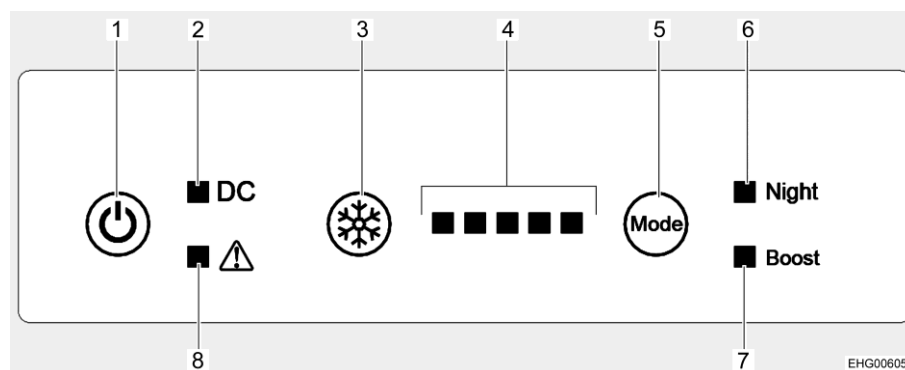

Fig. 165 Boutons de commande (réfrigérateur)
Allumer : ■ Appuyer sur la touche Marche/Arrêt (Fig. 165,1). Tous les voyants de contrôle s'allument (test des voyants) et s'éteignent au bout d'environ 3 secondes. Seul le voyant de contrôle du fonctionnement (Fig. 165,2) reste allumé et indique que le réfrigérateur est en fonction. Le compresseur démarre au bout d'un court retard.
Éteindre : ■ Appuyer sur la touche Marche/Arrêt (Fig. 165,1). Le voyant de contrôle du fonctionnement (Fig. 165,2) s'éteint.
■ Appuyer sur la touche de puissance de réfrigération (Fig. 165,3) jusqu'à ce que la puissance souhaitée soit affichée. Plus il y a de voyants de contrôle allumés (Fig. 165,4) plus la puissance de réfrigération (et la consommation en énergie) est élevée.
- Activer le mode nocturne :** ■ Appuyer sur la touche mode de fonctionnement (Fig. 165,5) jusqu'à ce le voyant de contrôle du mode nocturne (Fig. 165,6) s'allume. Le réfrigérateur fonctionne maintenant en mode nocturne.
- Désactiver le mode nocturne :** ■ Appuyer sur la touche mode de fonctionnement (Fig. 165,5) jusqu'à ce le voyant de contrôle du mode nocturne (Fig. 165,6) s'éteigne. Le réfrigérateur fonctionne de nouveau en mode normal.
- Activer le mode boost :** ■ Appuyer sur la touche mode de fonctionnement (Fig. 165,5) jusqu'à ce le voyant de contrôle du mode boost (Fig. 165,7) s'allume. Le réfrigérateur fonctionne maintenant en mode boost.
- Désactiver le mode boost :** ■ Appuyer sur la touche mode de fonctionnement (Fig. 165,5) jusqu'à ce le voyant de contrôle du mode boost (Fig. 165,7) s'éteigne. Le réfrigérateur fonctionne de nouveau en mode normal.